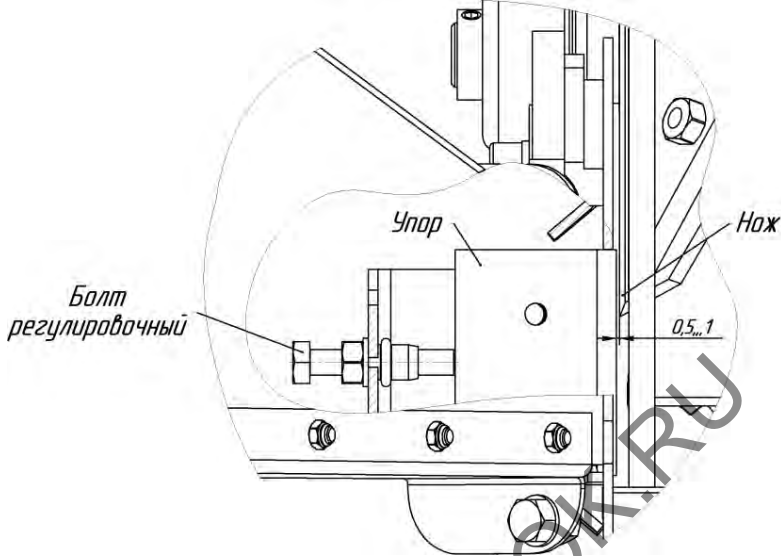

Рис.8. Выставление зазора между ножом и упором
- с помощью регулировочного болта выставить зазор между ножом и упором max 1 мм (рис.8).
| Плохо затягивает ветки в воронку | Затупились ножи | Заправить ножи (табл.1). Отрегулируйте зазор (рис.8). |